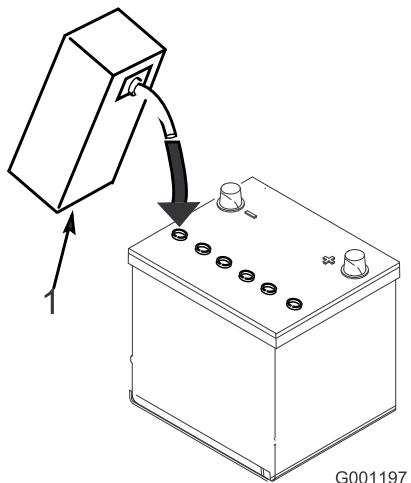

Figura 5
- Encha cuidadosamente cada célula com electrólito até as placas estarem cobertas com cerca de 6 mm de fluido (Figura 5).